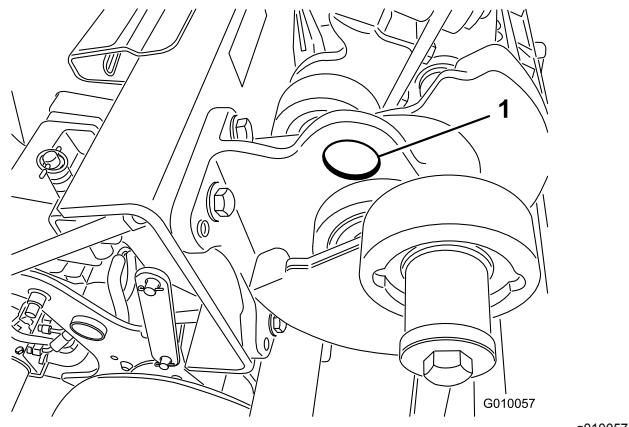

Figura 40
**Nota:** Si se encuentra disponible, utilice un polipasto para elevar parte trasera de la máquina. Utilice los ojales de los alojamientos de los cojinetes del cabezal de perforación como puntos de enganche del polipasto (Figura 40).